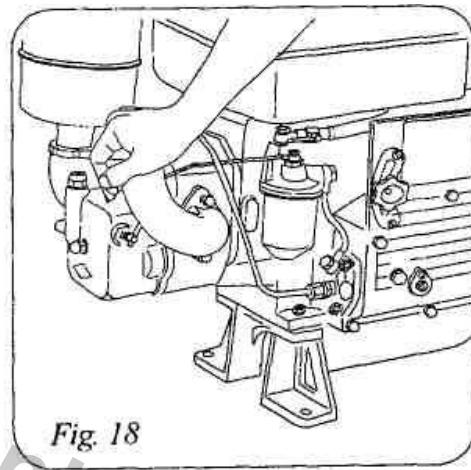

Рис.18
4.4.9.2 При экстренной остановке двигателя можно также снять воздушный фильтр и блокировать подачу воздуха рукой (рис.18).